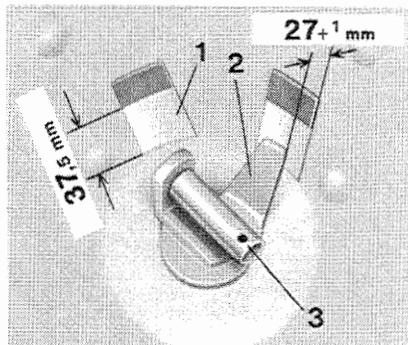

Fig. 8
7. Vérifier la distance entre le doigt d'agitateur (fig. 8/2) et la paroi de la trémie. Le doigt d'agitateur doit être parallèle à la paroi de la trémie avec un écartement de $27 (+ 1)$ mm (voir fig. 8).
3. Après avoir monté la tête d'agitateur, veiller à ce que la distance entre le doigt d'agitateur, mesurée du bord du tranchant soudé, et la paroi de la trémie ne dépasse pas 27 (+ 1) mm (voir fig. 8); la régler le cas échéant. De plus, la tête d'agitateur ne doit pas frotter le fond de la trémie. Si c'est le cas, pousser le fond de la trémie légèrement vers le bas.